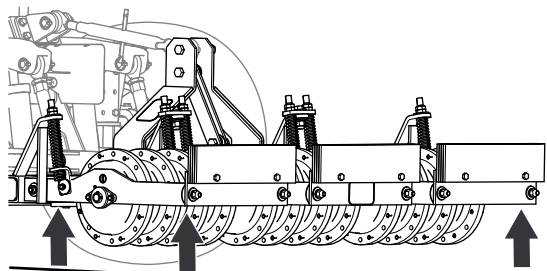

図 19
7. 3 点ヒッチのリンクを調整してエアレータを前後・左右方向で水平にする 図 19 トラクションユニットのオペレーターズマニュアルを参照。